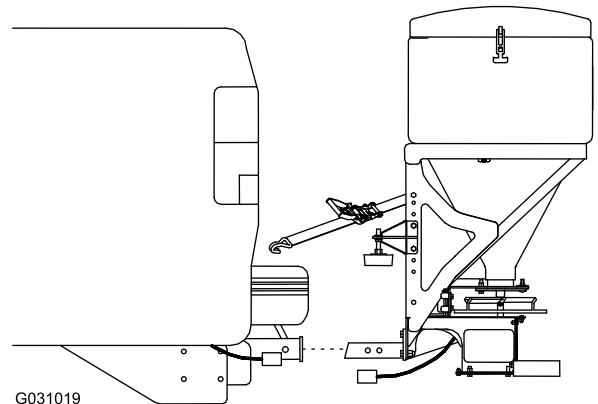

Figura 19
5. Retire el esparcidor del receptor del enganche del vehículo (Figura 19).